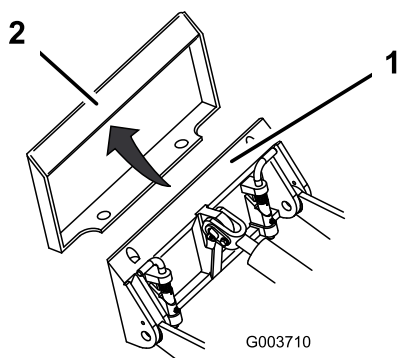

Figura 16
4. Posicione a placa de montagem na borda superior da placa do recetor do acessório (Figura 16).